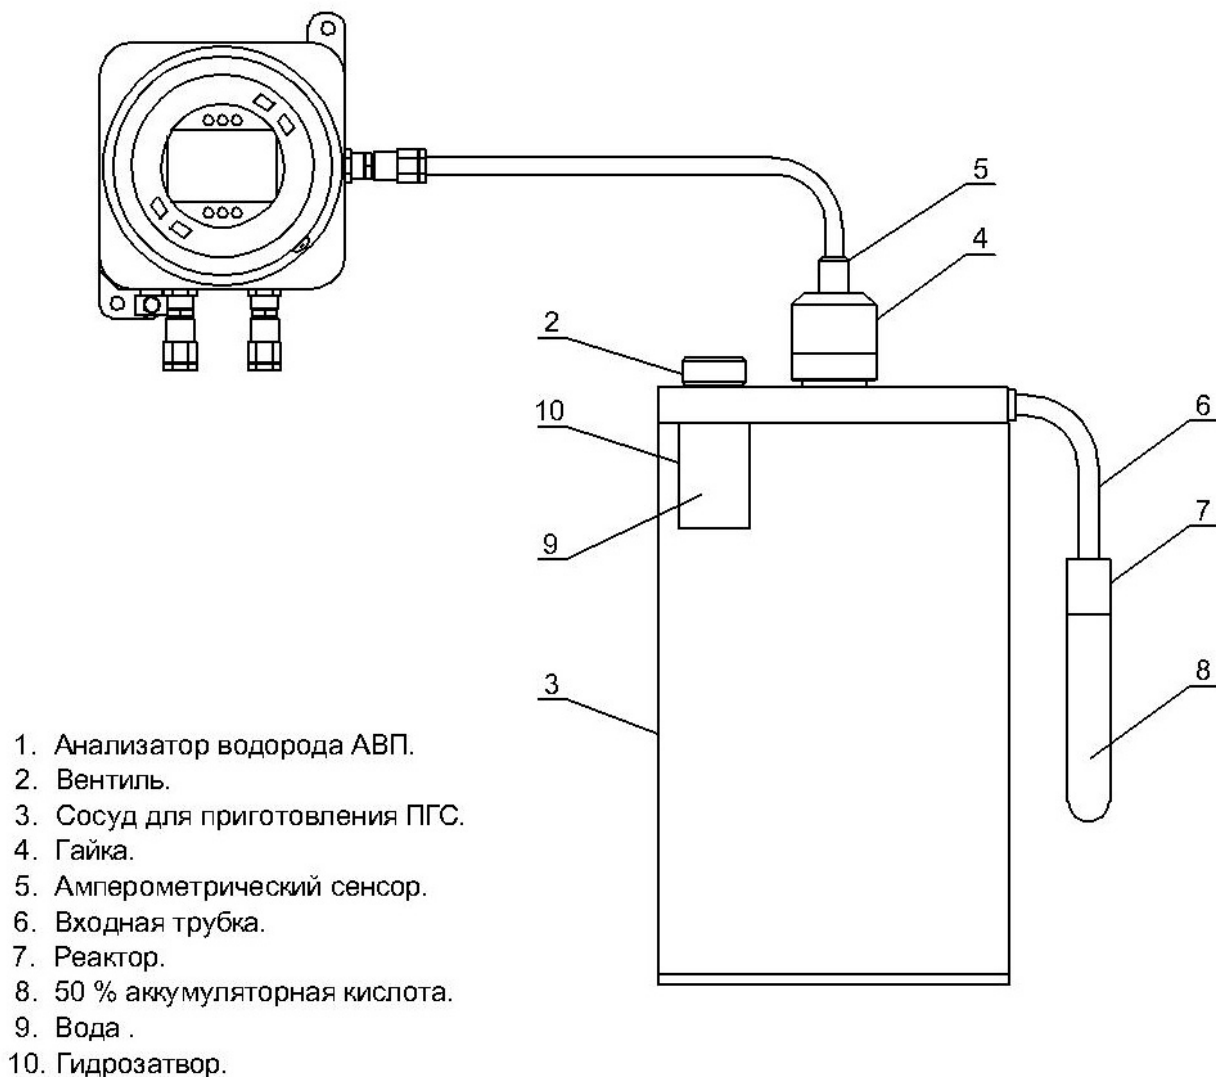

Рис. 9.4. Схема установки для калибровки по ПГС.
- Специальная калибровка при помощи калибратора (рис. 9.4).
При специальной калибровке анализатора в качестве образца с известным содержанием водорода используют водородосодержащую газовую смесь, получаемую с помощью установки для приготовления поверочных газовых смесей (см. рис. 9.4).
Специальную калибровку анализатора по ПГС проводят следующим образом. Собирают установку для приготовления ПГС в соответствии с рис. 9.4. Сосуд 3 устанавливают в непосредственной близости от анализатора. Амперометрический сенсор 5 устанавливают в сосуд 3, герметично фиксируя его с помощью гайки 4 и резинового кольца. Гидрозатвор закрывают с
С помощью клавиш перемещения курсора введите массу навески цинка и нажмите клавишу «ВВОД». На дисплее анализатора появится окно сообщений, аналогичное рис. 9.2-4. В нижней части этого окна будет выводиться значение измеряемой величины. После завершения реакции растворения цинка откройте вентиль 2 (см. рис. 9.4) и «сбросьте» избыточное давление ПГС в устройстве для калибровке УК-01. Дождитесь когда пузырьки ПГС прекратят выходить через гидрозатвор. После стабилизации показаний нажмите клавишу «ВВОД». На дисплее анализатора в течение 3-5 сек. высветится сообщение «КАЛИБРОВКА УСПЕШНО ЗАВЕРШЕНА». В течение этого времени анализатор произведет расчет концентрации водорода в ПГС, изменит параметры калибровки и перейдет в режим измерения. На дисплее анализатора откроется окно, аналогичное окну, показанному на рис. 9.2-5.